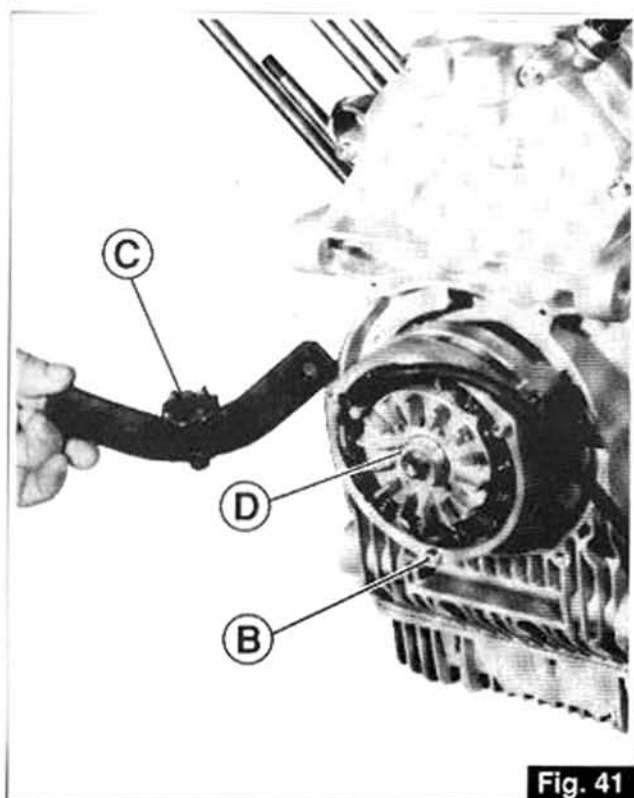

Fig. 41
- Dévissez les 3 vis «B» de fixation du stator générateur et enlevez celui-ci. Appliquez l'outil spécial de blocage «C» (code 12 91 18 01) au volant moteur et dévissez l'écrou central «D» de fixation du rotor (Fig. 41).
- Die 3 Feststellschrauben «B» des Generatorstators lösen und diesen dann abnehmen. Das entsprechende Feststellwerkzeug «C» (Kennr. 12 91 18 01) auf dem Schwungrad des Motors anbringen und die mittlere Feststellmutter «D» des Rotors (Abb. 41) aufschrauben.